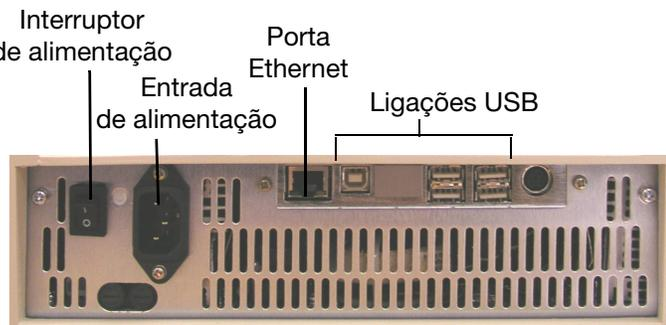

Figura 3. Painel traseiro do termociclador C1000.
O painel traseiro da caixa do C1000 apresenta os seguintes elementos (Figura 3):
6. Ligue o cabo de alimentação à parte traseira da C1000 base (Figura 3 na página 3) e a uma tomada eléctrica de três pinos. Prima o interruptor de alimentação no painel traseiro do termociclador C1000 para iniciar o sistema.
1. Para ligar a caixa do chassis ao computador, ligue um cabo USB à porta USB 2.0 A localizada na retaguarda da caixa (Figura 3 na página 3) e, em seguida, ligue o cabo à porta USB 2.0 B localizada no computador.